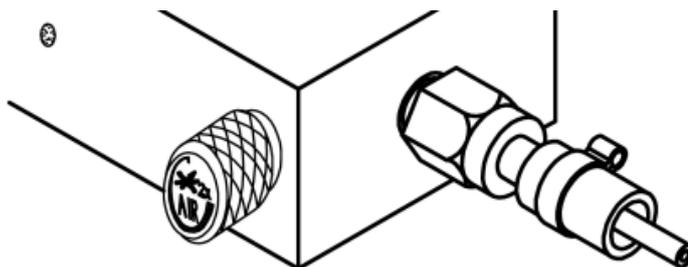

Fig. 13: Bouton de réglage avec moletage croisé - débit d'air mélangé
6.5 Réglage de l'air mélangé : L'air mélangé crée un film lubrifiant microfin à partir des particules de gouttelettes et influence le degré de formation de l'aérosol avec un rapport de mélange lubrifiant/air d'environ 1 : > 1 million, ainsi que l'évacuation des morceaux, etc. Le réglage s'effectue individuellement pour chaque buse à l'aide du bouton de réglage avec moletage croisé correspondant (fig. 13 marquage « AIR »). La plage de réglage présente une courbe caractéristique presque linéaire et est limitée à 2 tours (max. 100 NI/min par buse à une pression de service de 6 bars). La plage de fonctionnement optimale en utilisant la buse standard se situe entre 0,5 et 1,5 tours.
8.2.5 Réduire le débit d'air de la buse à l'aide de la vis de réglage de l'air (fig. 13) jusqu'à 0,5 tour.